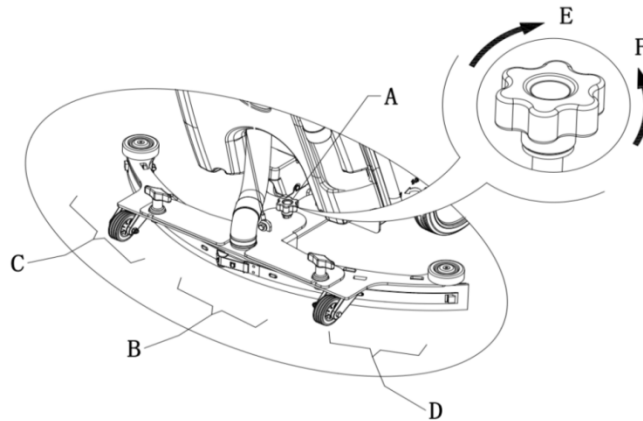

Abbildung 9
1. Installieren Sie die Rakel und schrauben Sie die Mutter (16) nach oben. Schließen Sie nun den Saugschlauch (11) an die Rakel.
2. Stellen Sie die Rakel über den Rakel-Einstellgriff (A, Abbildung 9) ein.
- a) Bei einer Lücke zwischen dem Boden und dem des Heckrakelblatts (B) wird der Knopf (A) gegen den Uhrzeigersinn in Richtung (F) gestellt, bis das gesamte Heckrakelblatt guten Bodenkontakt aufweist und das vordere Blatt den Boden leicht berührt.
- b) Bei einer Lücke zwischen dem Boden und beiden Blattenden (C und D) wird der Knopf (A) im Uhrzeigersinn in Richtung (E) gestellt, bis beide Heckrakelblattenden guten Bodenkontakt aufweisen und das vordere Blatt den Boden leicht berührt.